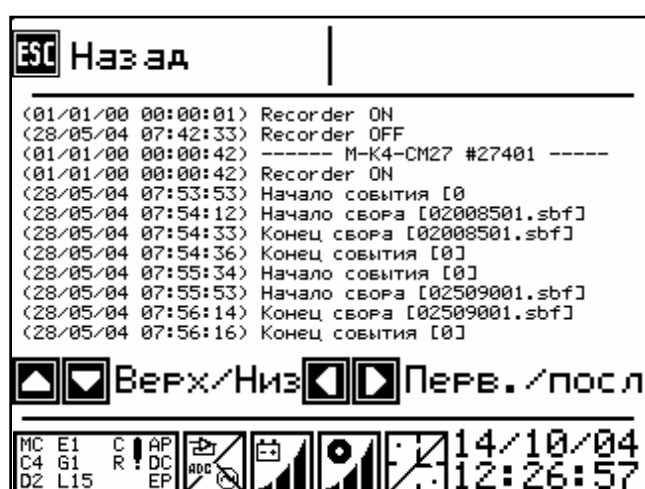

Рисунок 6.16
- кнопка **→** – переход в окно просмотра журнала сбора данных (рисунок 6.16);
В данное окно (рисунок 6.16) переход осуществляется по кнопке → меню на рисунке 6.15 или последовательным нажатием кнопок **6** - → из главного меню.